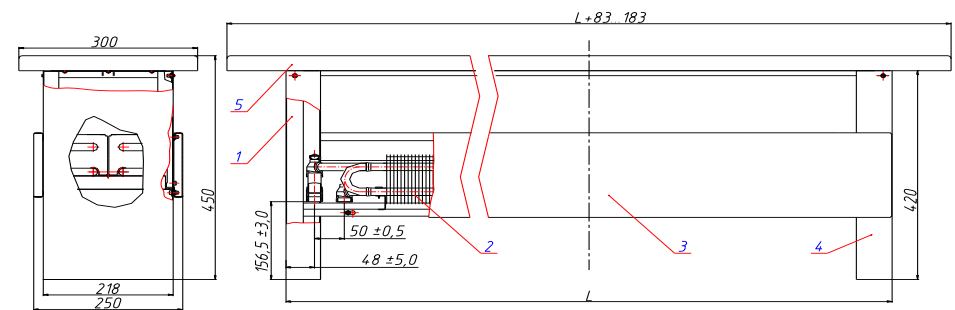
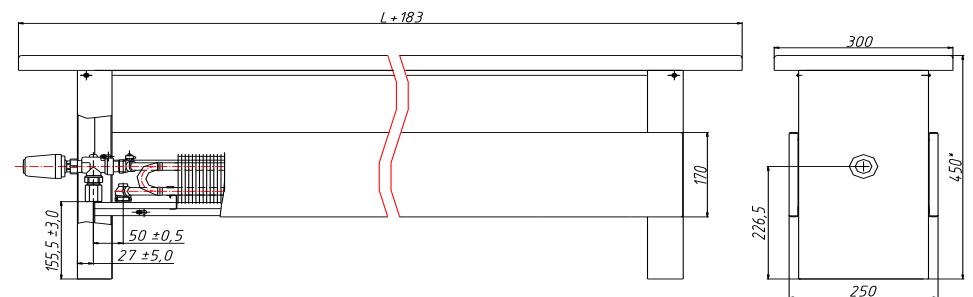

Рис. 1 Конвектор-скамья со двоянным тепловым пакетом нижнего подключения КС 410...418 (Базовое исполнение)
Рис. 2 Конвектор-скамья со двоянным тепловым пакетом нижнего подключения и термостатическим клапаном КС 410...418 Т2
4.1. Конвектор-скамья состоит из следующих основных частей (Рис.1):
4.2. Размеры и технические характеристики изделия представлены на Рис.1 и Рис.2 и в таблице 1.